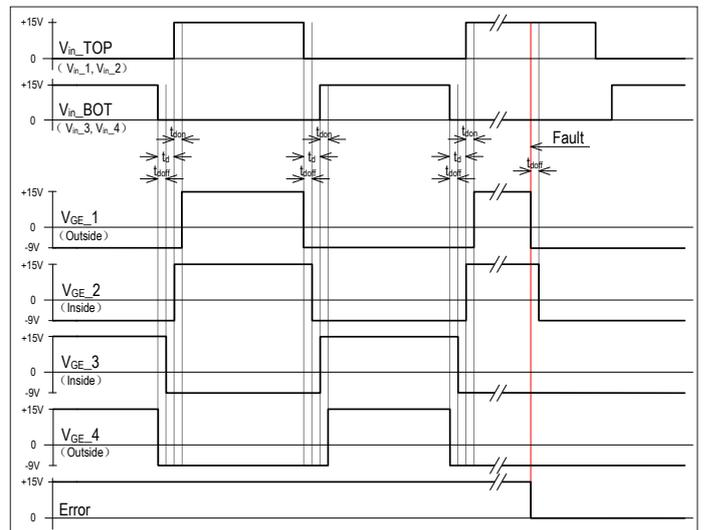

图 3.2 二电平信号控制下的开关时序及故障关断时序测试波形示意图
3.2、时序死区检测，由于驱动器集成的时序死区 t_{DON} 及 t_{DOFF} 在正常的三电平信号控制下被控制信号完全覆盖而无法显示，要想直观显示这些时序死区，建议分别将 V_{IN_1} 与 V_{IN_2} 输入端并联作为上桥臂 TOP 输入端； V_{IN_3} 与 V_{IN_4} 输入端并联作为下桥臂 BOT 输入端，用二电平的互补信号来控制。断开其中一根 C 与 E 的短接线可以观察到故障关断时的时序波形。如图 3.2